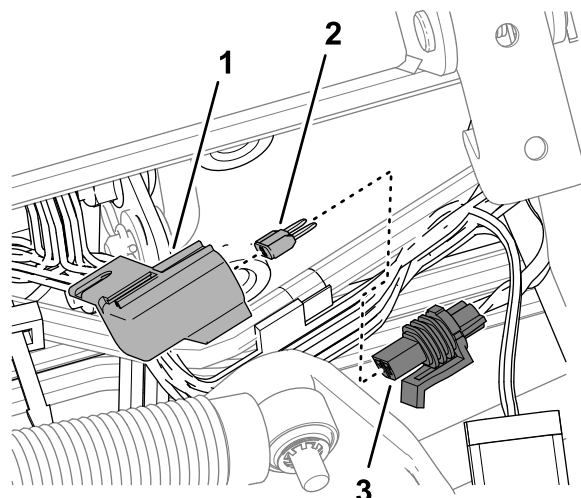

Рисунок 104
3. Снимите крышку со встроенного держателя предохранителя с маркировкой 10 A FUSE TELEMATIC PWR (ПРЕДОХРАНИТЕЛЬ 10 А ПИТАНИЯ УСТРОЙСТВА ТЕЛЕКОММУНИКАЦИИ) (Рисунок 104).